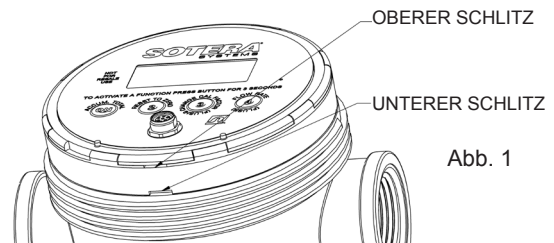

Abb. 1
2. Einen breiten Flachklingschraubendreher in den oberen Schlitz einsetzen und das Elektronikmodul behutsam nach oben drücken (siehe Abb. 1).